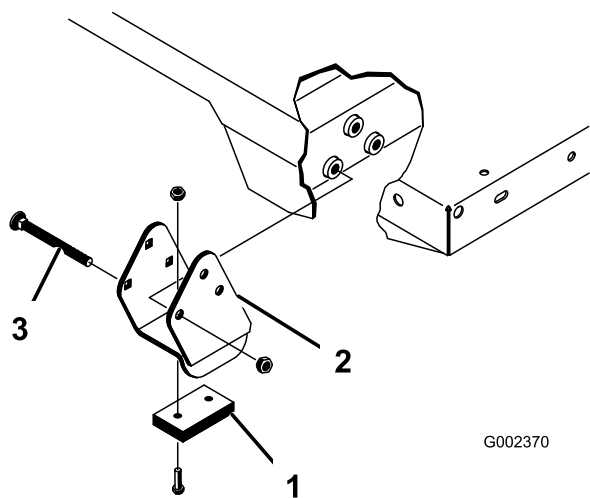

Рисунок 34
Примечание: Убедитесь в том, что распорные кронштейны и износные колодки (Рисунок 34) установлены на штатные места. Головки каретных болтов должны находиться внутри машины.
2. Аккуратно установите кузов на раму автомобиля, совместив отверстия в задней шарнирной плите кузова с отверстиями в заднем швеллере рамы, и установите 2 шплинтуемых штифта и шплинты (Рисунок 34).
4. Вставьте штифт с отверстиями под шплинт с наружной стороны кузова, при этом шплинт должен находиться снаружи (Рисунок 34).